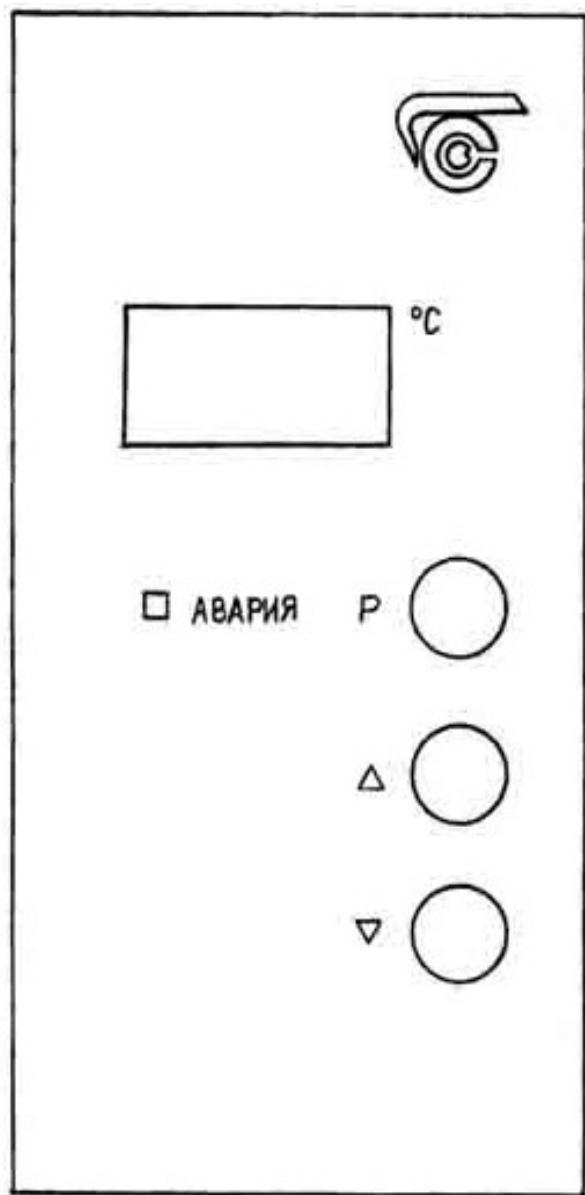

Рисунок 1 – Лицевая панель шкафа
8.3. Нажать клавишу «Р» на лицевой панели двери (рисунок 1), при этом на цифровом табло высветится заданная ранее температура в мигающем режиме, а в крайнем правом разряде цифрового индикатора высветится точка, что свидетельствует о возможности корректировки программы.
- 3.4. Нажать клавишу «Р» на лицевой панели двери (рисунок 1), при этом в крайнем правом разряде цифрового индикатора высветится точка, что свидетельствует о возможности корректировки программы.